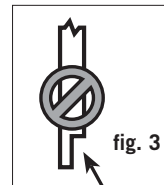

fig. 3
Paso 2: Coloque los postes del riel antes de colocar los paneles de la plataforma. Los postes de las barandillas de 4x4 de pino tratado a presión o cedro suministran la resistencia estructural para la barandilla. La longitud de cada poste está determinada por el total del ancho de la vigueta (7-1/4") + el espesor de la plataforma (1") + la altura de la barandilla (36") + el espaciado para la tapa del poste (1-1/4") = 45-1/2". **Importante: No perforo los postes de las barandillas de 4x4.** La perforación reducirá la resistencia del poste y podría hacer que la barandilla colapse o falle (fig. 3).